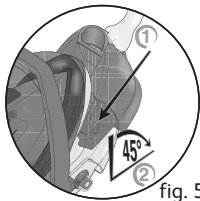

fig. 5
- Remettez le bien à fond dans son logement jusqu'au "clic" - fig.5.